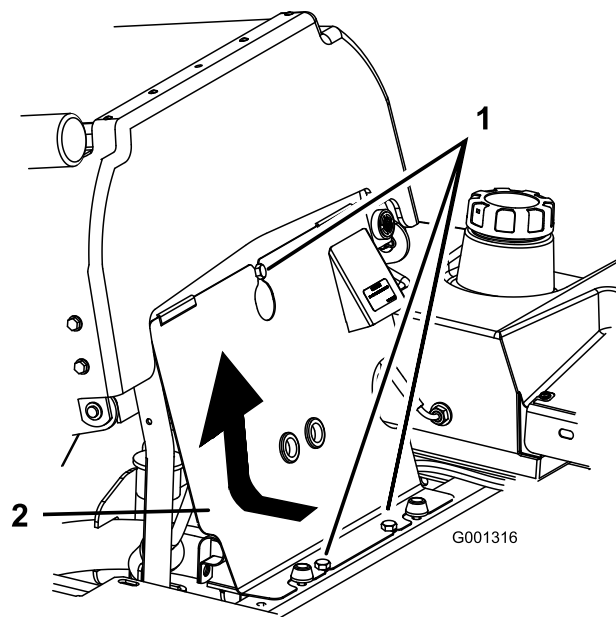

Figura 32
1. Incline el asiento hacia adelante, afloje los pernos y retire el panel delantero del motor (Figura 32).